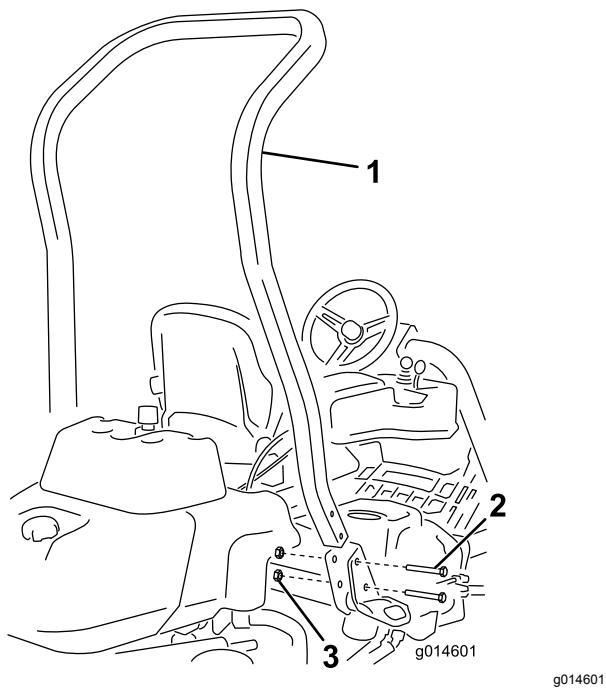

図3
- 機体の左右にあるポケットにROPSを差し込み、ボルト $\frac{1}{2}$ " x $3\frac{3}{4}$ "インチ4本とフランジナット $\frac{1}{2}$ "インチで図3のように固定する。